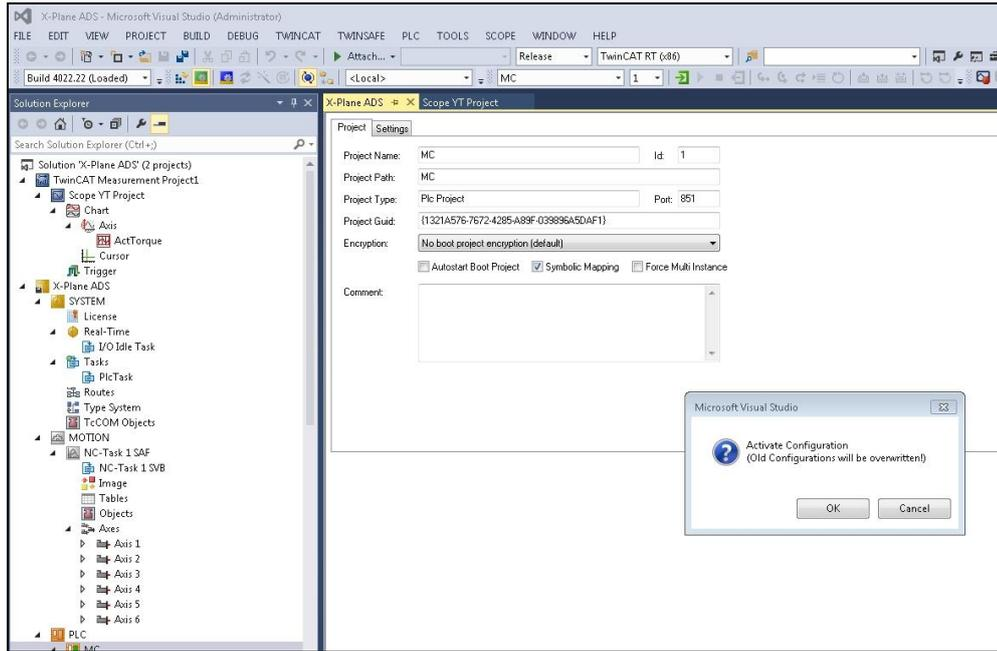
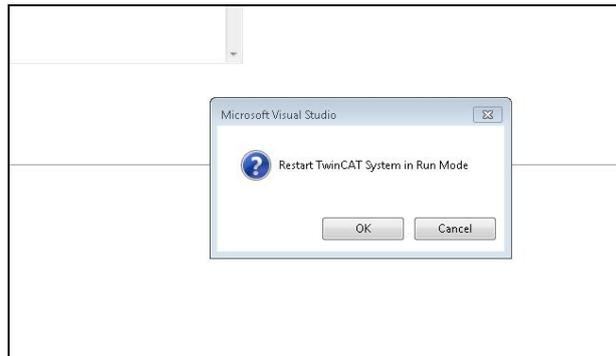

图 3
图 4
2) 等待两三分钟，进入软件操作页面，待点击界面左上角  梯字形图标，弹出图 3 对话框，点击 OK，运行激活操作；等待运行结束，弹出图 4 对话框，再次点击 OK，将在运行状态下自动重启软件。